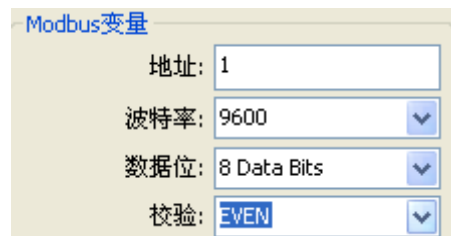

图 5.47 Modbus 校验值选择
1. 选择“详细设计”->“Modbus 变量”->“校验”对应的下拉框中，式支持：奇校验，偶校验，和无校验，如图 5.47 所示：